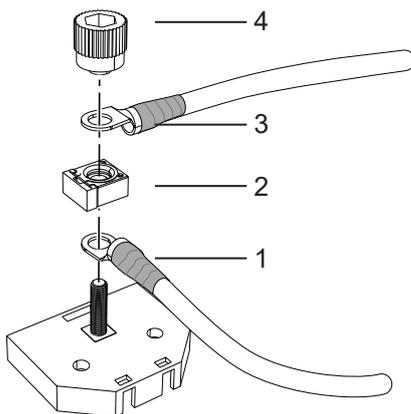
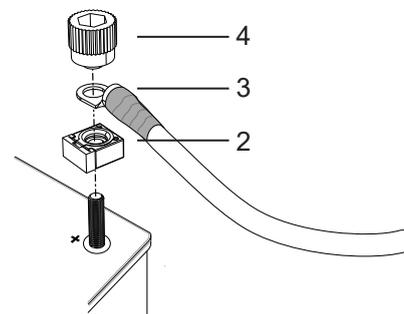

Figura 84. Conexión a la caja de fusibles
Figura 85. Conexión al terminal positivo de la batería
3. Cuando utilice la caja de fusibles, conectar el cable (1) al terminal positivo de la batería y a la caja de fusibles y colocar el fusible (2) en la parte superior, véase Figura 84.
4. Cuando se conecte directamente al terminal positivo de la batería, colocar el fusible (2) en el terminal positivo, véase Figura 85.
5. Conectar el cable de alimentación principal (3) a la caja de fusibles/al terminal positivo, véase Figura 84 - Figura 85.
6. Apretar las conexiones de cables y el fusible con la perilla (4). Los cables se colocan a 90° o 180° entre sí. El fusible se monta con el ángulo correcto orientado hacia los cables, véase Figura 84 - Figura 85.